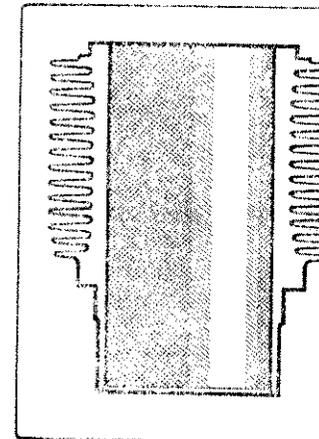

Fig. 20
- 3) Ripetere l'operazione facendo però ruotare la mano in senso contrario (cioè sinistrorso), in modo che ne risulti una superficie a righe incrociate; come si vede nella Fig. 20.